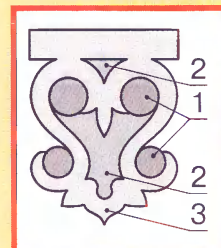

Рис. 19
2. Участки фона с малыми радиусами лучше удалять не лобзиком, а высверливая отверстия соответствующего диаметра (рис. 19). Для уменьшения нагрузки на материал в большинстве случаев лучше сначала выбрать внутренний фон 1, а потом внешний 2.